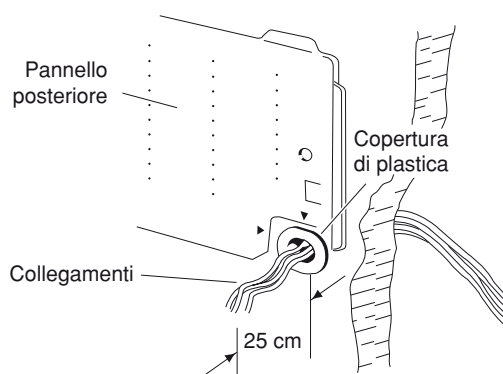

Fig. 25
- (3) Inserire i cavi di collegamento tra le unità attraverso il tubo PVC nel muro. I cavi devono fuoriuscire dal muro, all'interno del locale, di almeno 25 cm. (Fig. 25)